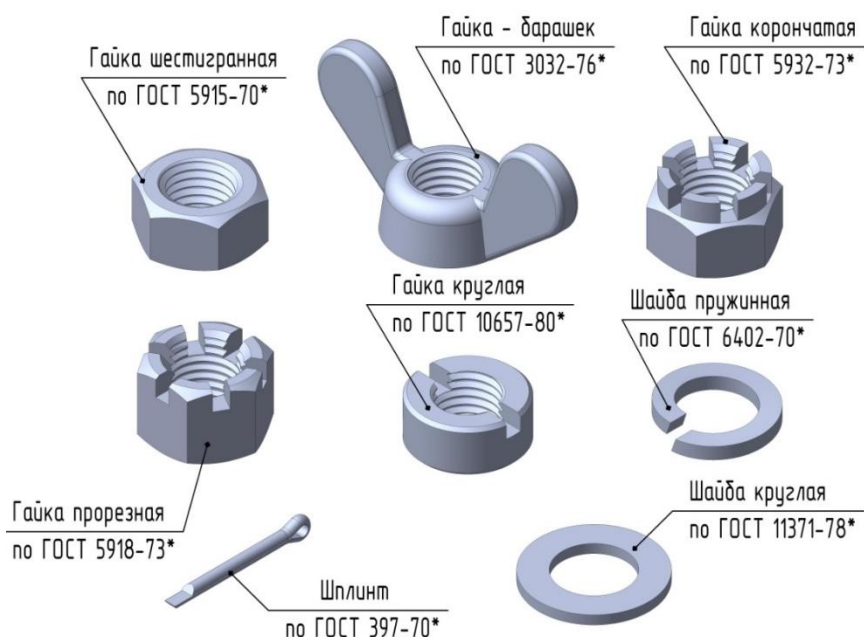

Рисунок 3. – Конструкции стандартных изделий
**Гайка** – крепежное изделие, имеющее отверстие с резьбой для навинчивания на болт или шпильку. По форме поверхности различают гайки шестигранные, круглые, корончатые, гайки-барашки и др. (рисунок 3).